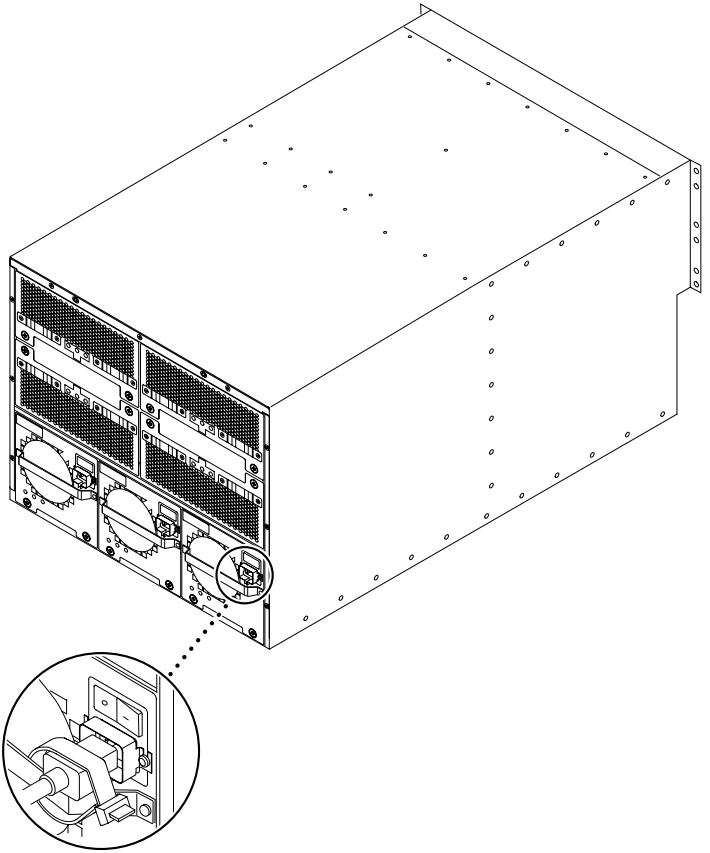

图 5-1 Sun Fire 3800 系统上的电源开关和电源线插座位置
1. 将所有电源开关都设到 **Off**（关闭）位置（图 5-1）。
1. 将所有电源开关都设到 On（打开）位置（图 5-1）。
6. 将所有电源开关都设到 On（打开）位置（图 5-1）。